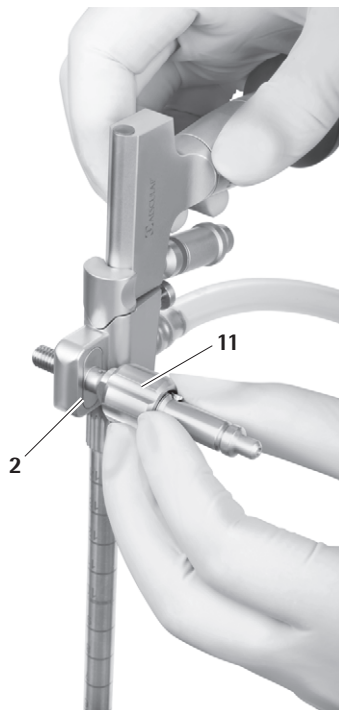

Fig. 18
- ▶ Introducir el adaptador para brazo de soporte 11 en el orificio del lado deseado (derecha/izquierda) hasta que el reborde encaje en la ranura 2 al efecto, que sirve para fijar el brazo de soporte, ver Fig. 18.